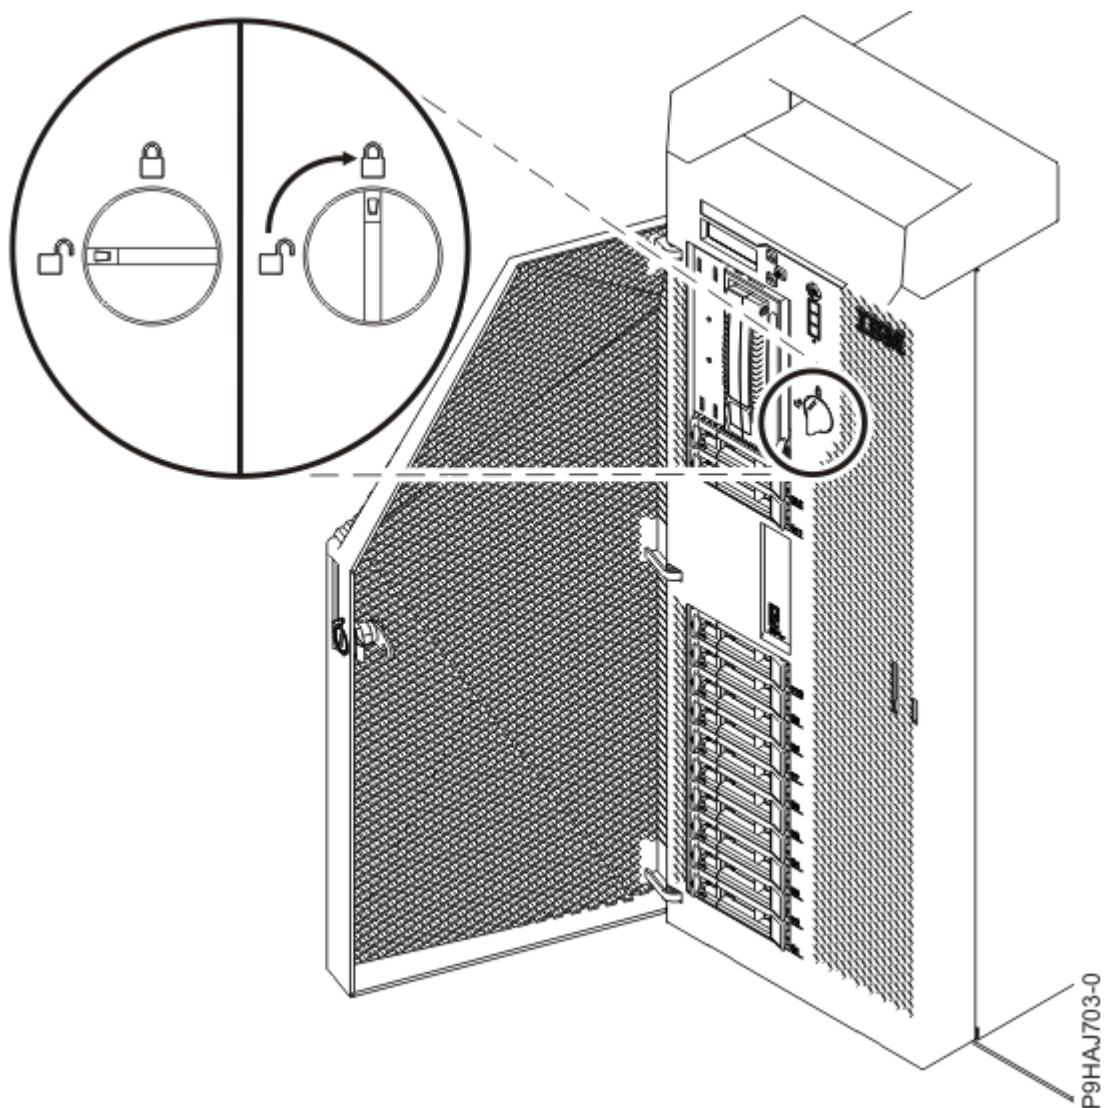

Figura 37. Cierre del pestillo de la cubierta frontal
- d) Gire el pestillo de la cubierta hacia la derecha (en el sentido de las agujas del reloj) para bloquear la cubierta, tal como se muestra en la Figura 37 en la página 39.